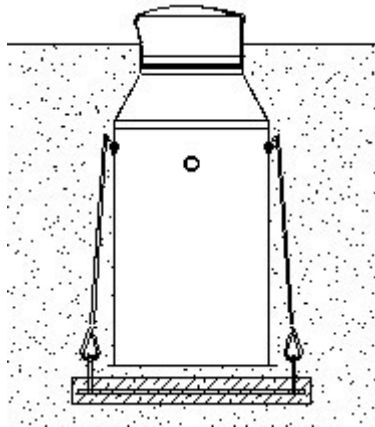

Рис. 7
16. При высоком уровне грунтовых вод установка должна быть прикреплена с помощью анкеров к железобетонному основанию. Возможны несколько способов крепления (см. Рис. 7 а и б). После того, как опущена анкерная плита, насыпать на её поверхность слой песка, толщиной около 10 - 20 см и утрамбовать его. После этого укрепить установку на анкерной плите.